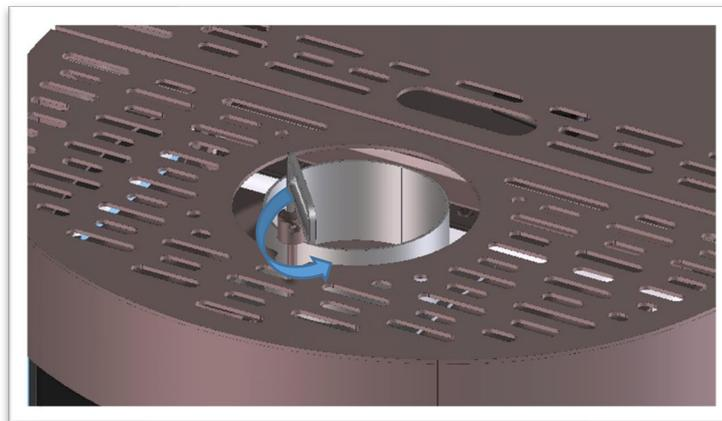

Fig. 18
3. Tournez la tirette d'allumage en position de blocage (Fig. 18) et enlevez l'accessoire pour éviter qu'il se réchauffe (⚠ risque de brulures).